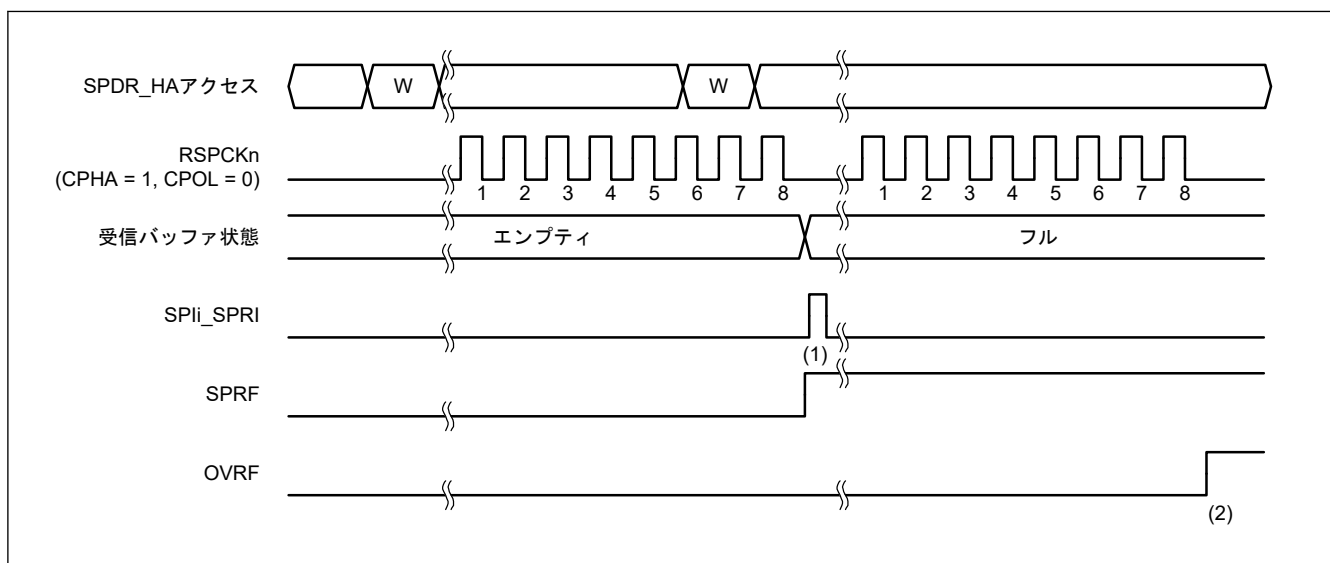
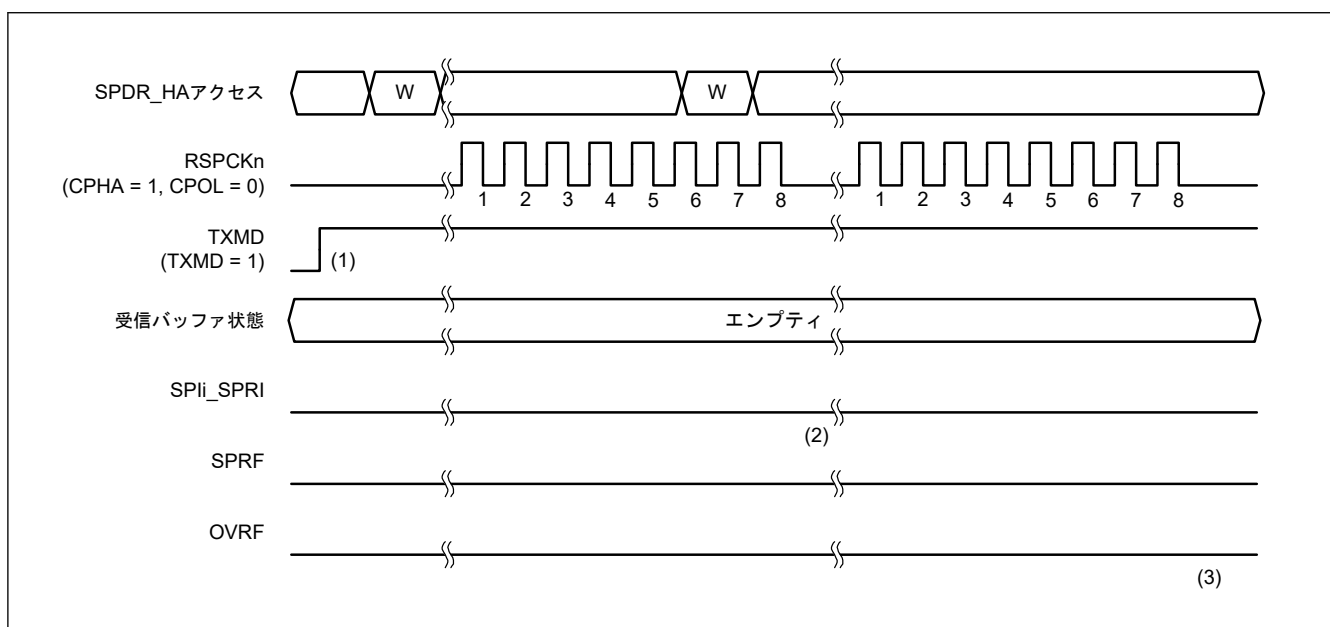

図 26.22 SPCR.TXMD = 0 の動作例
図 26.23 SPCR.TXMD = 1 の動作例
通信動作モード選択ビット (SPCR.TXMD) の設定により、全二重同期式シリアル通信または送信のみの動作が選択できます。図 26.22 および 図 26.23 に記載した SPDR アクセスは、SPDR レジスタへのアクセス状況を示しています。W は書き込みサイクルを示しています。
図 26.22 に、通信動作モード選択ビット (SPCR.TXMD) を 0 にした場合の動作例を示します。この例では、SPCMD0.CPHA ビットが 1、SPCMD0.CPOL ビットが 0 の設定で、SPI が 8 ビットのシリアル転送を実行しています。RSPCKn 波形の下に記載した数字は、RSPCK サイクル数 (= 転送ビット数) を示しています。
以下に、図 26.22 の (1)、(2) に示したタイミングでのフラグ動作を説明します。
図 26.23 に、通信動作モード選択ビット (SPCR.TXMD) を 1 にした場合の動作例を示します。この例では、SPCMD0.CPHA ビットが 1、SPCMD0.CPOL ビットが 0 の設定で、SPI が 8 ビットのシリアル転送を実行しています。RSPCKn 波形の下に記載した数字は RSPCK サイクル数 (= 転送ビット数) を示しています。
以下に、図 26.23 の (1)~(3) に示したタイミングでのフラグの動作内容を説明します。